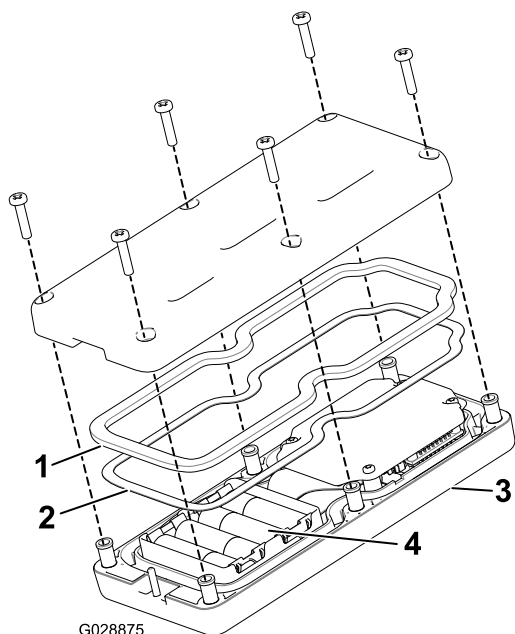

Figura 38
3. Retire os seis parafusos da parte posterior do comando remoto e retire a tampa (Figura 38).
5. Ligue cada bateria nova no encaixe terminal observando a devida polaridade. (Se as pilhas forem incorretamente instaladas, a unidade não será danificada, mas não funciona.) O encaixe tem gravadas marcas de polaridade em cada terminal (Figura 38).
6. Se remover acidentalmente o vedante de borracha e junta de aço, volte a colocá-los, cuidadosamente, no canal no comando remoto (Figura 38).
7. Prenda a tampa com os seis parafusos previamente removidos (Figura 38) e aperte-os com uma força de 1,5 a 1,7 N·m.